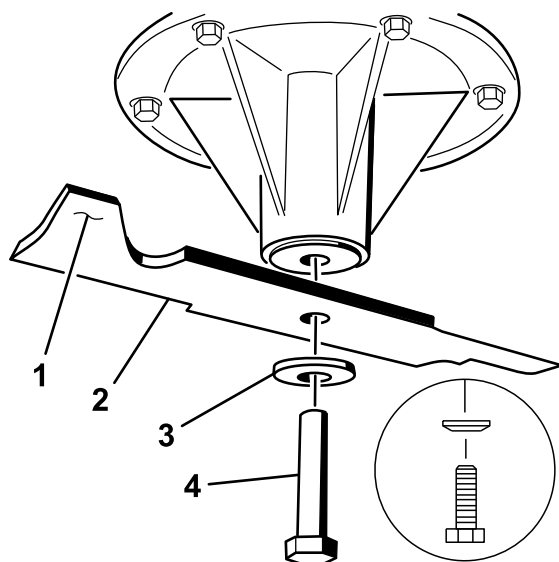

Figura 77
2. Retire del eje el perno de la cuchilla, la arandela curva y la cuchilla (Figura 77).
3. Si la cuchilla no está equilibrada, rebaje algo el metal en la parte de la vela solamente con una lima (Figura 77).